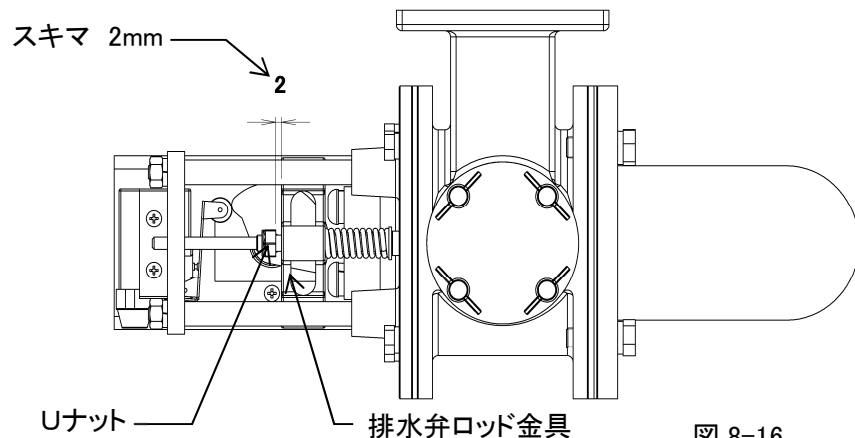

図 8-16
- ・ 排水弁の押し代調整をおこないます。(図 8-16)
- ・ ⑮排水弁ロッド金具と⑮Uナットとのスキマが 2mm になるようにナットを調整します。